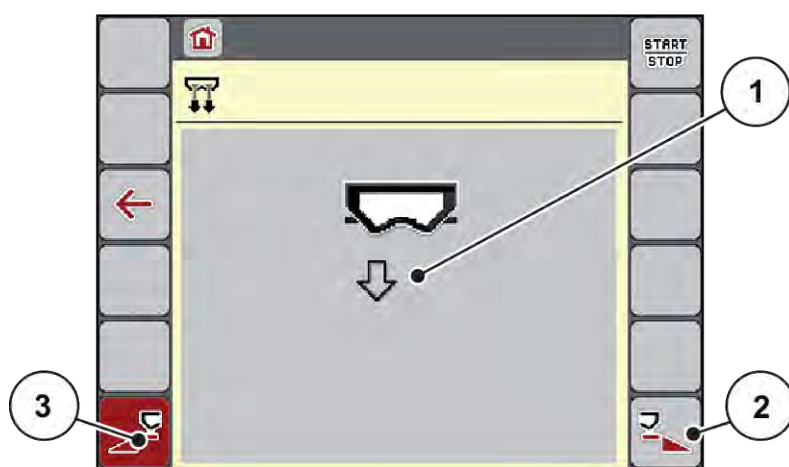

Fig. 22: Menu Vidage rapide
*L'écran affiche le tronçon souhaité avec un symbole (Fig. 22 [3]).*